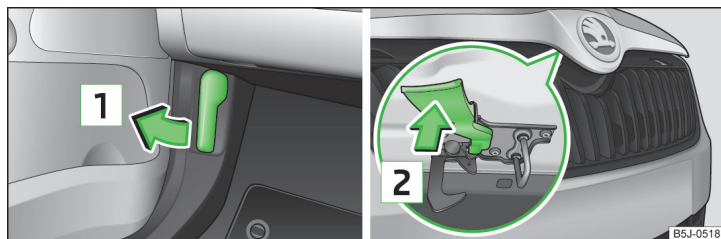

Fig. 124 Palanca de desbloqueo del capó del vano motor / palanca de desbloqueo
- Tire de la palanca de desbloqueo ubicada debajo del tablero de instrumentos en el sentido de la flecha 1 » fig. 124.
No abra nunca el capó con la palanca de desbloqueo » fig. 124.